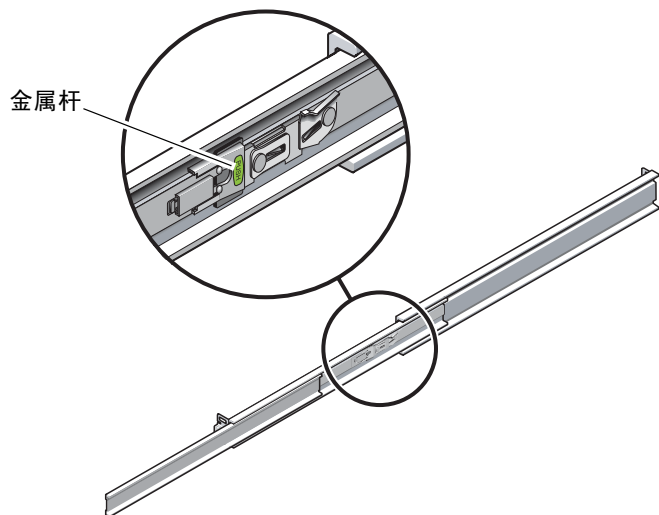

图 3-35 解除滑轨金属杆止挡片的锁定
5. 将服务器完全拉出之后，松开滑轨金属杆止挡片（图 3-35）。